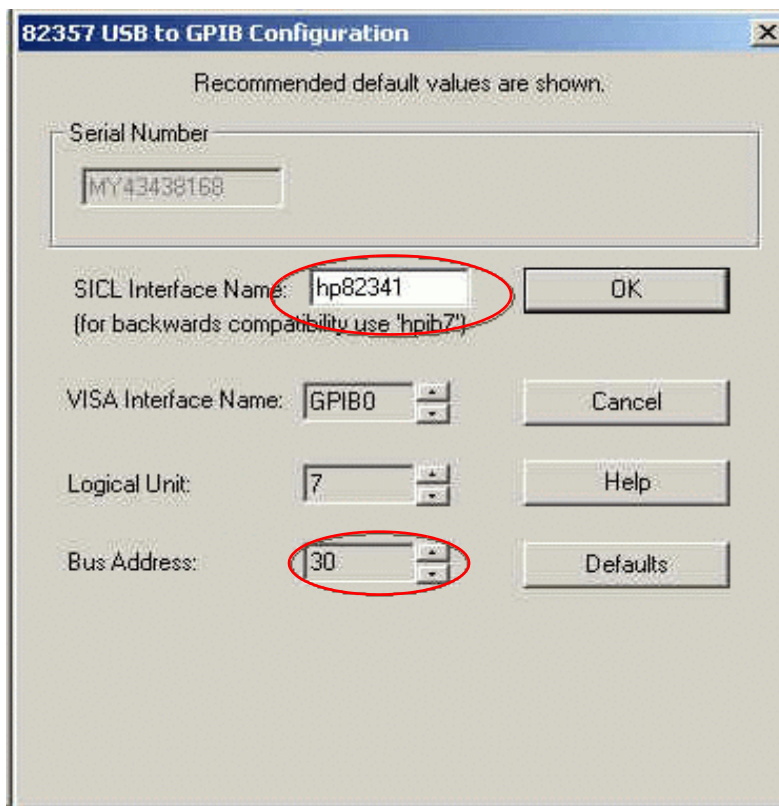

Figura 26 Configurazione dell'interfaccia USB-GPIB 82357A
- 11 Impostare il nome di interfaccia SICL in **hp82341**, l'indirizzo del bus a **30** come illustrato nella Figura 26. Scegliere **OK** per terminare la configurazione. L'installazione del driver è terminata.